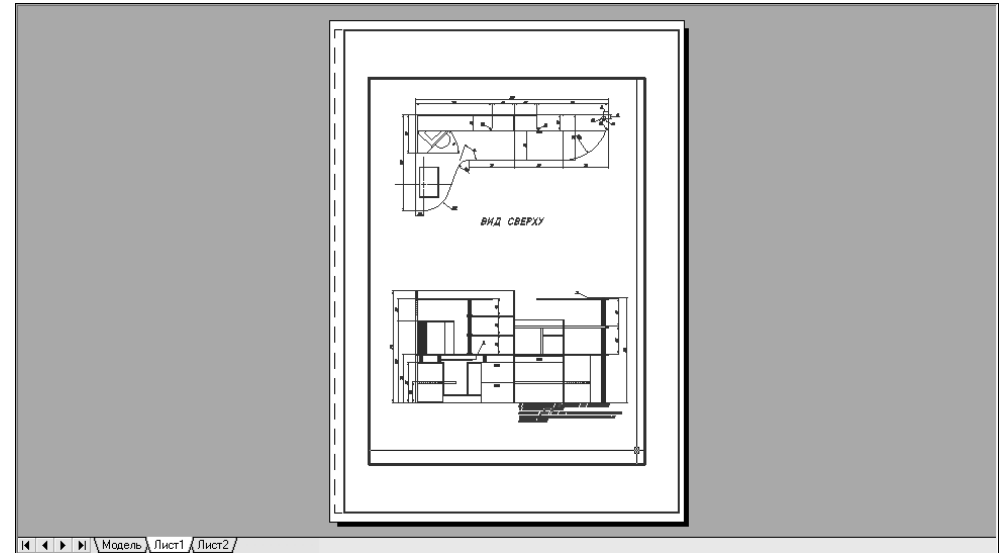

Рис. 13.11 ▼ Лист компоновки в режиме **МОДЕЛЬ** (MODEL) после удаления элементов оформления из пространства модели
- Удалите на исходном чертеже, который стал доступным «сквозь» видовой экран, рамку, основную надпись и прямоугольник, который обозначал границу печатного листа. Результат должен быть таким, как показано на рис. 13.11.